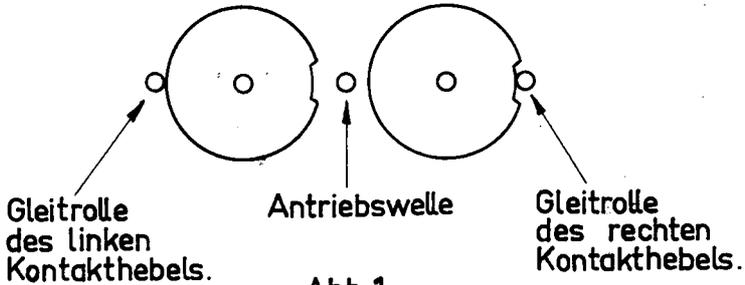

Abb. 1
1. Die beiden kleinen (gleichen) Nockenscheiben auf die Lagerzapfen (Zahnrad oben) aufsetzen und mit je einem Schwerverspannring sichern. Hierbei darauf achten, dass sie sich leicht drehen lassen und ein Axialspiel von ca. 0,1 mm besitzen. (Abb. 1)
4. Die beiden kleinen Nockenscheiben drehen, bis deren Einfall wie in Abb. 1 Bl. 1^I dargestellt liegt und diese dann durch Unterlegen eines gefalteten Papierstreifens gegen Verdrehen sichern.